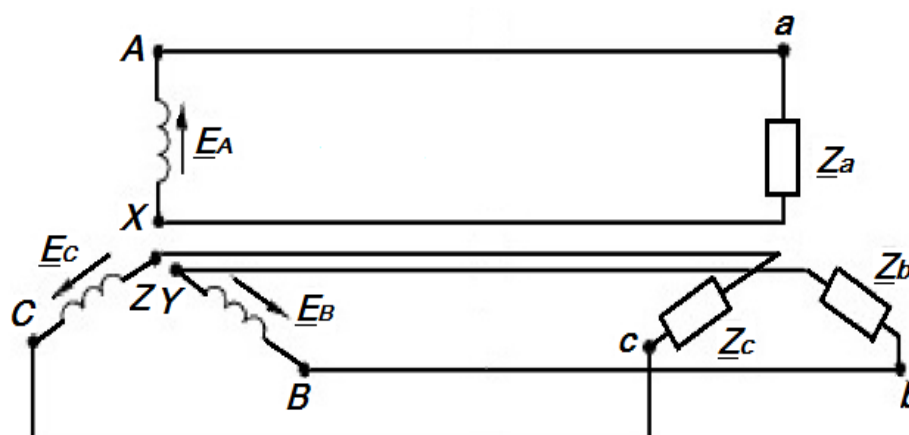

Рис. 1.22. Схема несвязанной трехфазной электрической цепи
1. Собрать несвязанную трехфазную электрическую цепь по схеме рис. 1.22. Настройка напряжения фаз блока питания трехфазной цепи осуществляется соответствующими тумблерами блока.